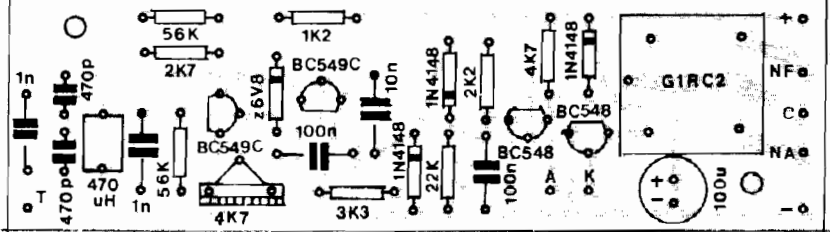

Fig.3
- FIG. 3 - CHAPEADO DA MONTAGEM - Chamamos de "chapeado" (um termo herdado do tempo "da válvula"... à vista real dos componentes já interligados para "formar" o circuito... No caso, temos a placa vista pelo seu lado não cobreado, todas as peças devidamente posicionadas, identificadas pelos seus códigos, valores, polaridades e mesmo certos detalhes estilizados de "aparência", sempre indicados ou mencionados no sentido de prevenir erros, inversões ou "tro-
Terminadas as soldagens, uma conferência final, rigorosa, deve ser feita, restando então cortar as sobras ou excessos de terminais, pelo lado cobreado. Aos novatos, lembramos que o lado da placa mostrado no "chapeado" é sempre o **oposto** ao cobreado, ou seja: a face **sem cobre** (onde, nas placas fornecidas com os KITS, existe a demarcação em **silk-screen**, idêntica à vista na fig. 3...). Enfim: as peças e componentes são **sempre** colocadas pelo lado **não cobreado** da placa... (Parece elementar, mas muito principiante já "dançou" nisso, colocando as peças pelo lado das pistas e ilhas cobreadas...).